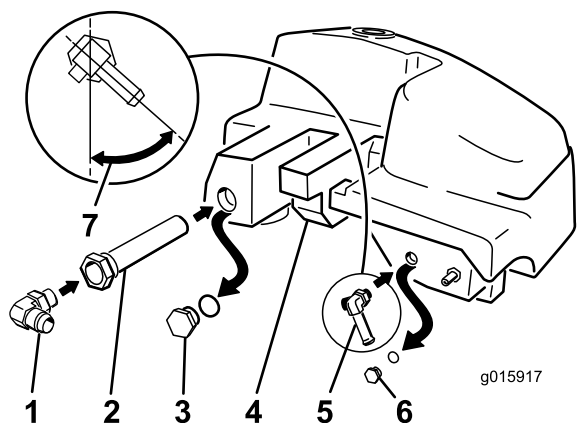

Figura 9
4. Montate il raccordo a T a 90° piccolo con terminazione a resca nel punto da cui è stato rimosso il tappo piccolo (Figura 9).